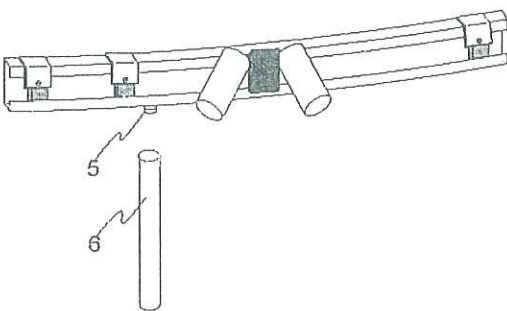
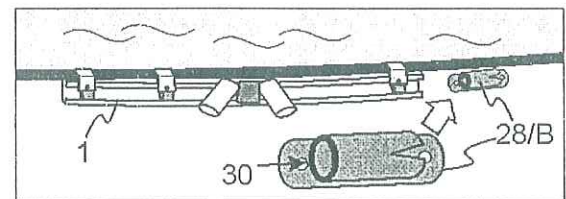

Abb. 3.5
Abb. 3.4
- Das „C“ Profil (1) an die mit >L< markierte Stelle anlegen
- Klemmen (7) laut Skizze montieren. **Aufpassen auf die Abstände.** An die Folienunterlage (8) die Kunststoffunterlage (9) so einsetzen, dass sich der Nut wie abgebildet unter dem Handlauf und neben der Stahlwand befindet. Die Klemme mit einer Schraube M6x30 in die blaue Verstärkung (10) fixieren.
Bei Cabrio Dome ab der Größe von Ø 4.0 m ist eine Stütze (6) **notwendig** (Abb. 3.5).
- Länge der Stütze (6) auf Beckenhöhe durch kürzen anpassen und die Stütze (6) an den Kunststoffanker (5) einstecken. Der Boden unter der Stütze (6) muss fest sein.
Am Ende des „C“ Profils (1), wie abgebildet, einen Spanner (28/B) auf den Stahlmantel kleben. Dieser Spanner (28/B) ist notwendig für Auf- und Abbau des Domes. (Abb. 3.4).
(ähnlich Abb. 3.4)